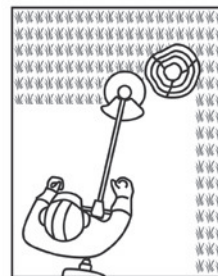

Fig. 50
- > Preste especial atenção ao executar trabalhos perto de árvores e arbustos. A cabeça de corte pode danificar a casca sensível e danificar os postes de vedações (Fig. 50).